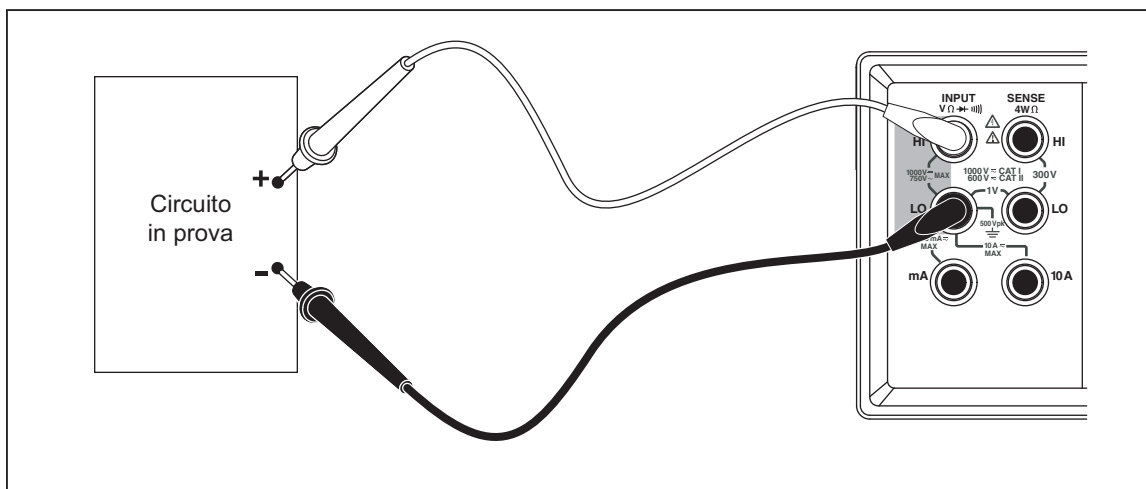

Figura 3-4. Misure di tensione e di frequenza
1. Collegare i cavetti di prova tra il multimetro e il circuito in prova, come illustrato nella Figura 3-4.